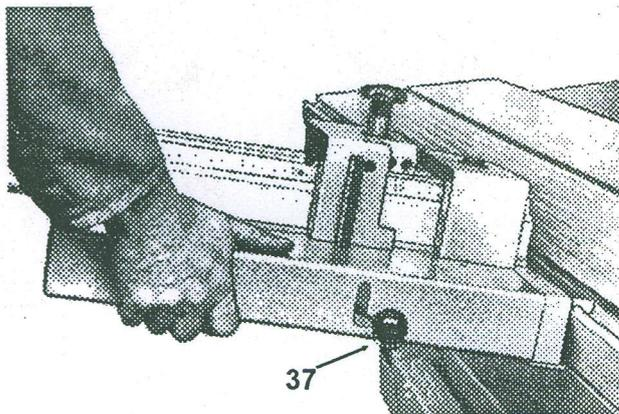
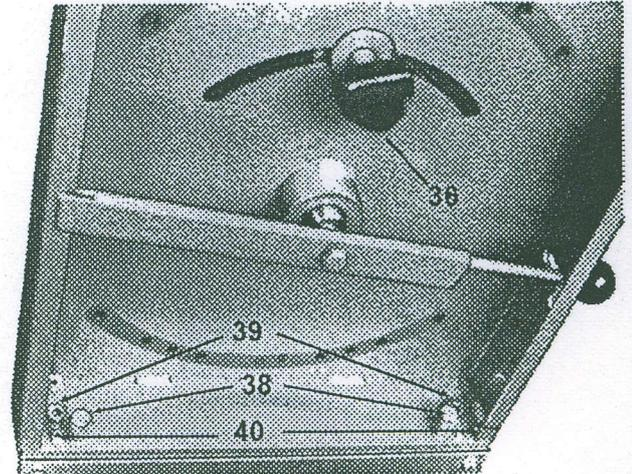
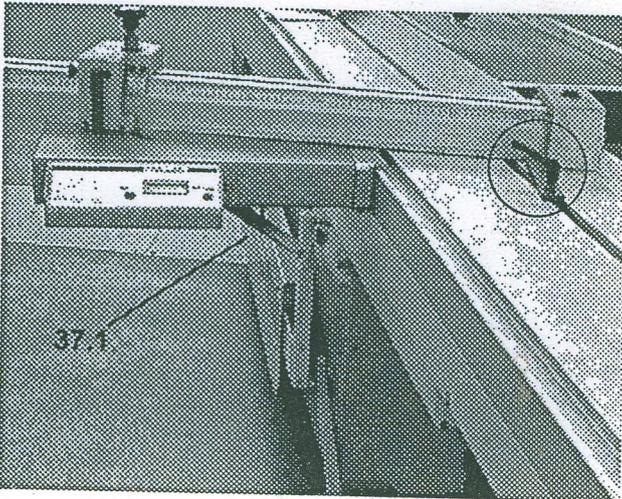

Bild 5.2
Bild 5.3
Bild 5.4
T 714 A Gehrungslineal (Bild 5.2)
- Das Gehrungslineal wird einfach, wie auf Bild 5.2 gezeigt, von oben in das Profil des Besäumtisches eingehängt.
- Für die Winkeleinstellung die Griffschraube 36 (Bild 5.3) bis zum Anschlag lösen und das Gehrungslineal mit dem Hebel 37 (Bild 5.2) anheben. Beim Drehen des Gehrungsanschlages darauf achten, daß die Fixierbolzen des Anschlagträgers nicht auf der Tischfläche des Gehrungslineals kratzen.
- Gehrungsanschlag bei der gewünschten Gradzahl mit dem Hebel 37 (Bild 5.2) nach unten drücken und den Hebel nach rechts einrasten.
- Griffschraube 36 (Bild 5.3) wieder anziehen.
- Die Höheneinstellung des Gehrungslinealtisches in Bezug auf die Fläche des Besäumtisches kann durch Verstellen der beiden Schrauben 38 (Bild 5.3) korrigiert werden.
- Die Winkelstellung des Tisches kann durch Verstellen der Inbusschrauben 39 (Bild 5.3) nach Lösen der Konterschraube(n) 40 (Bild 5.3) ebenfalls korrigiert werden. Nach dem Korrigieren die Konterschraube(n) wieder festziehen.
T 714 C Digitales Gehrungslineal (Bild 5.4)
- Zum Verstellen des Anschlags die Klemm- schraube 36 (Bild 5.3) lösen und den Hebel 37.1 (Bild 5.4) nach oben ziehen. Mit dem Abstütz- element (im Kreis, Bild 5.4) kann der Gehrungs- anschlag zusätzlich zur Klemmung gegen Verschieben gesichert werden. Dies ist vor- allem bei Arbeiten im 1/100 Bereich sinnvoll.